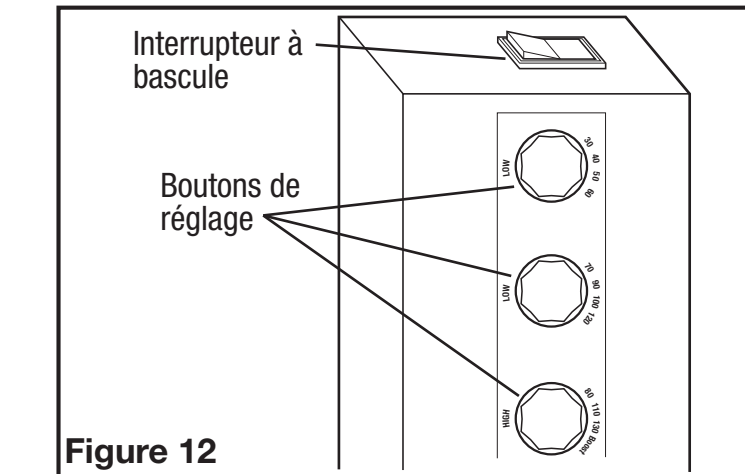

Figure 12
- 3a. **MODÈLES STANDARDS ET AVEC DÉTECTION DE MOUVEMENT :** Branchez les câbles de moteur de connexion rapide à 2 broches et 3 broches du ventilateur dans la prise correspondante située sur le couvercle du compartiment de câblage. Ces câbles ne s'insèrent que d'une façon dans les logements (**Figure 12**).